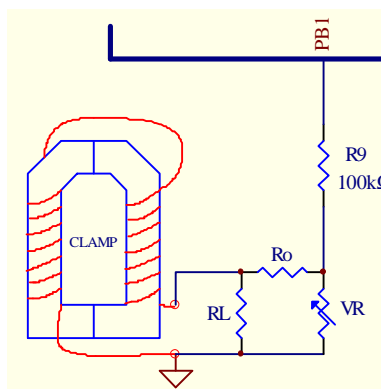

图 23 交流钳形表电流测量电路(一)
1. 由 PB1 输入时(图 23), 电流测量有三个量程可选, 即 6.000A/60.00A, 60.00A/600.0A, 600.0A/6000A。每个量程自动换档。